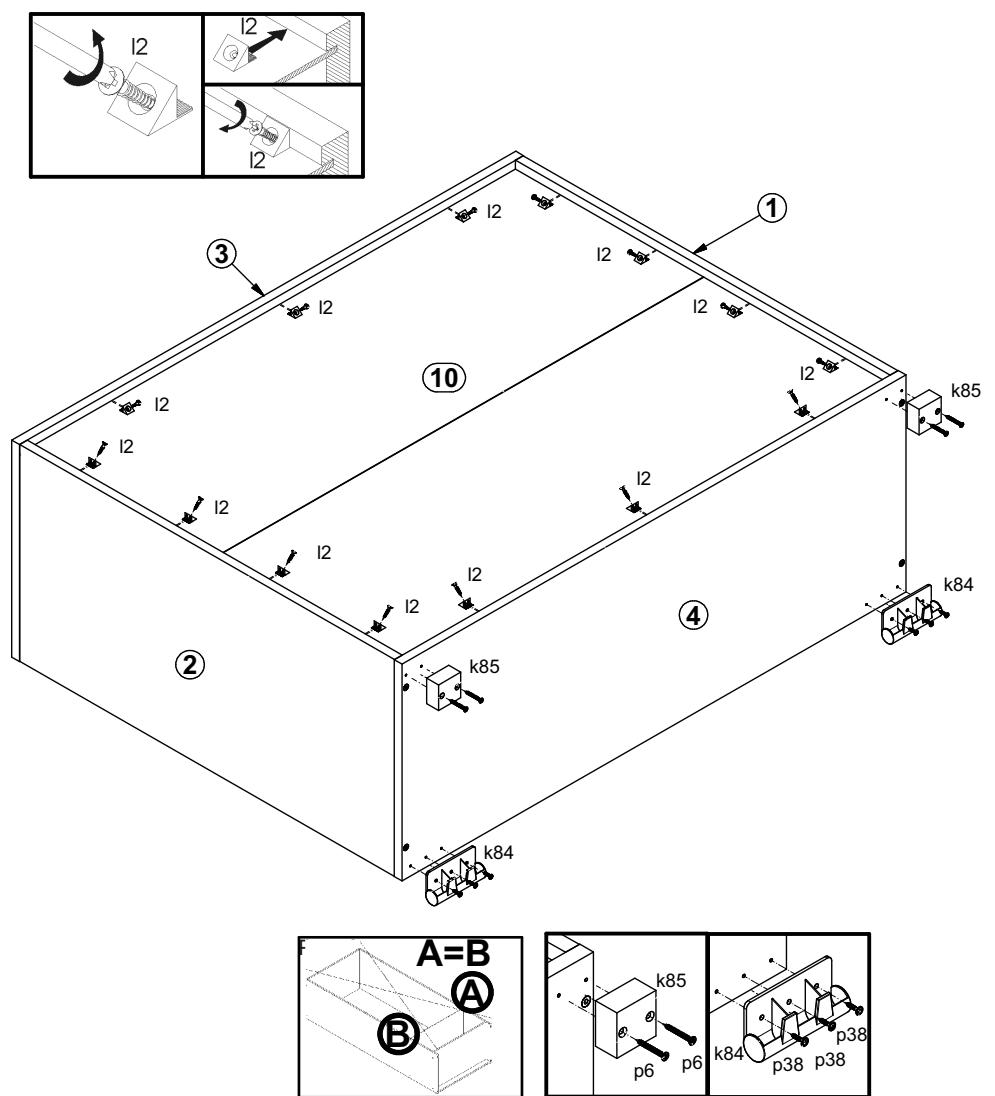

Рисунок 6
4.9. Положить корпус комода фасадными кромками вниз на ровную поверхность и выровнять его, измеряя рулеткой расстояние между противоположными углами по диагонали. Расстояния должны быть равными. Закрепить стенку заднюю 10 на корпусе изделия элементами крепления задней стенки 12 (см. рис. 6).
4.10. На наружной поверхности щита нижнего 4 при помощи шурупов p6 закрепить ножки пластиковые k85 (см.рис. 6).
4.11. На наружной поверхности щита нижнего 4 при помощи шурупов p38 закрепить ножки пластиковые k84 (см.рис. 6).